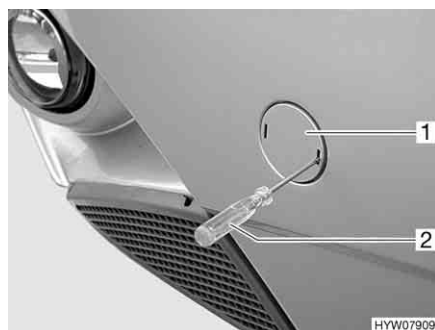

Fig. 34 Copertura per l'alloggiamento dell'occhione di traino
- Inserire un cacciavite per viti a intaglio (Fig. 34,2) in una delle aperture nella copertura (Fig. 34,1) e allentare il bloccaggio.